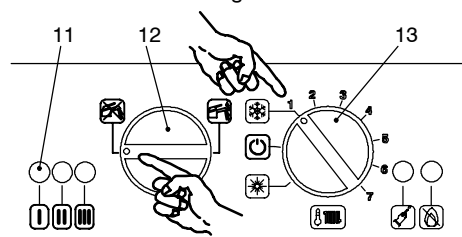

fig. 6.4
- 18 **Ruotare la manopola settaggio serbatoio dinamico 12 come in fig. 6.4**
- 19 Dare alimentazione elettrica alla caldaia (interruttore bipolare); la lampada di segnalazione 11 in fig. 6.4 si accende circa ogni quattro secondi.
- 20 Ruotare il selettore di funzione 13 come in fig. 6.4